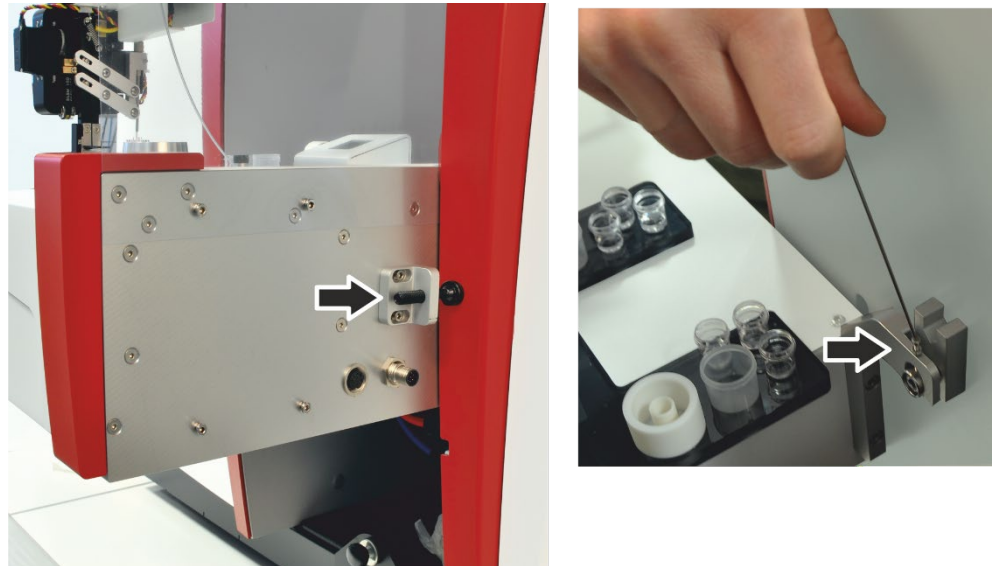

Figure 15 Ajustage mécanique au moyen d'une vis d'arrêt et d'une vis d'ajustage
2. Dans le cas contraire, aligner le distributeur d'échantillons à l'horizontale au moyen des 2 vis suivantes (flèches dans Figure 15) :